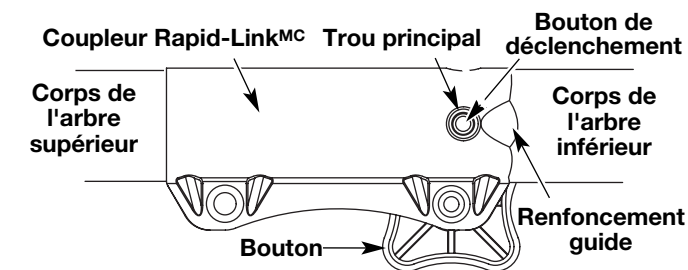

Fig. 3
- Tenez fermement l'accessoire et enfoncez-le tout droit dans le coupleur Rapid-LinkMC (Fig. 3).
- Appuyez sur le bouton de déclenchement et maintenez-le enfoncé (Fig. 3).